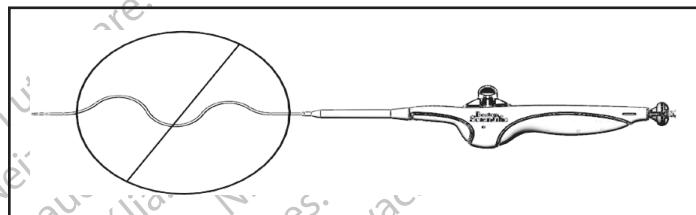

Figure 5. Suppression de la laxité
10.9 Procédure de déploiement du stent (voir Figure 5)
Remarque : Si la laxité (voir Figure 5) et/ou la courbure du cathéter du système de mise en place présente entre la gaine d'introduction/de guidage et la poignée du système ne sont pas réduites pendant toute la durée du déploiement, l'exactitude du déploiement peut être compromise, en particulier en cas d'approche ipsilatérale.